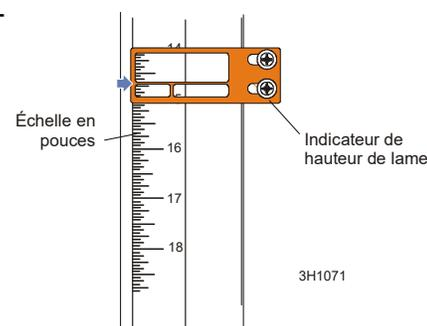

FIG. 7-11
- Regardez l'échelle de hauteur de lame en mettant vos yeux au même niveau que l'indicateur. **Voir Fig. 7-11.**